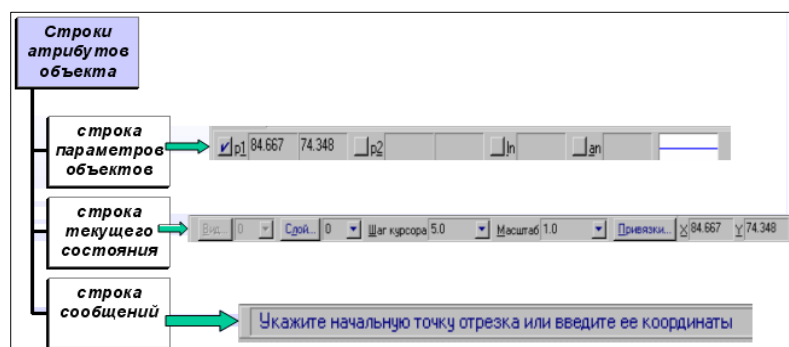

Рис.5
В главном окне расположены строки атрибутов объекта (рис.5):
На рис. 5 приведены атрибуты объекта (при вводе отрезка).
8. Выделить вторую прямую, щелкнуть 2 раза ЛКМ по прямой и на столе параметров объекта (рис.5) выбрать другой тип линии (тонкая) (рис. 8).